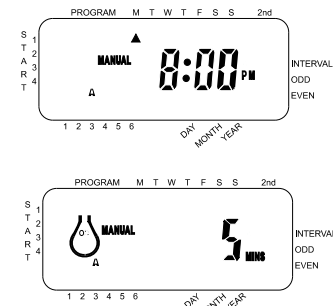

Figure 13: Arrosage manuel de la station 3 pendant cinq minutes
- Pour sauter une station, appuyer sur la touche SUIVANT jusqu'à ce que le curseur clignote au-dessus du numéro de la station que vous voulez programmer. Par exemple: pour régler la station 3 pour une durée de cinq minutes, appuyer sur la touche MANUEL, et ensuite appuyer sur la touche SUIVANT cinq fois pour sélectionner le mode de fonctionnement manuel et avancer à l'arrosage pour la station 3; à l'aide des touches + et -, régler la durée d'arrosage manuel à cinq minutes; ensuite appuyer sur ENTER [Voir Figure 13].